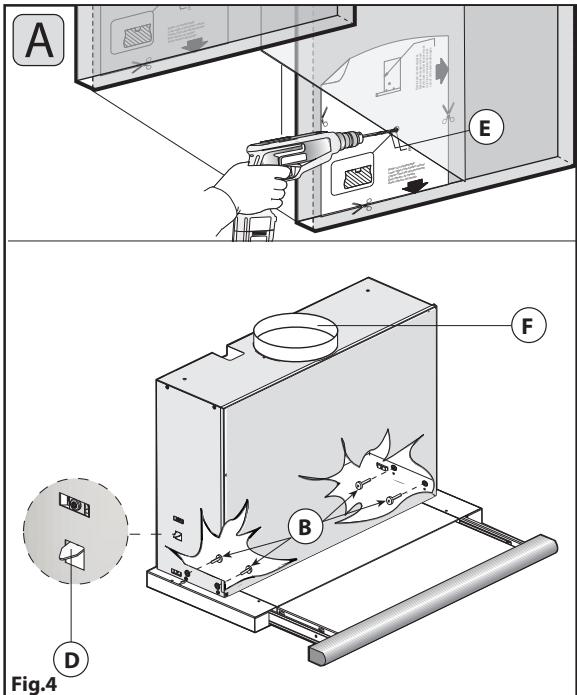

Fig.4
1. Maak met gebruik van de hiervoor bestemde boormal 2 gaten **E** in de wanden van het keukenkastje overeenkomstig haken **D** (fig.4).